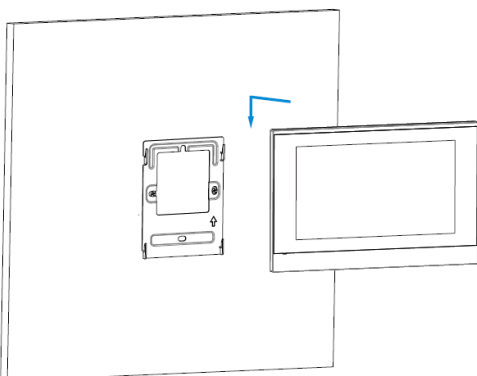

Figura 6: Montaggio del dispositivo
8. Allineare il dispositivo con la staffa di montaggio a parete. Spingere verso il basso per fissare saldamente il dispositivo (Figura 6).